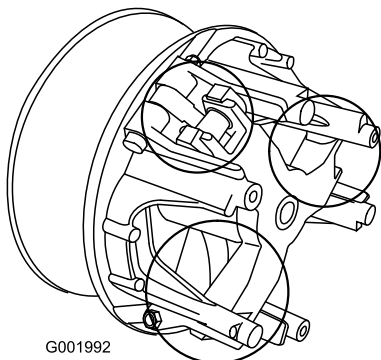

Figura 55
5. Lubrifique as peças móveis nas áreas assinaladas com um círculo em Figura 55 utilizando o Dry Lubricant Spray da Toro, disponível no revendedor ou distribuidor autorizado Toro.